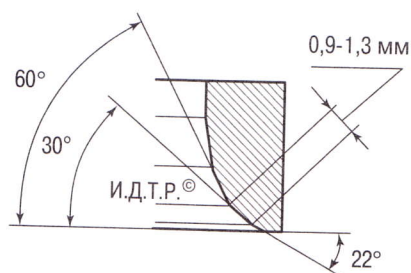

Рис. 5.4. Профиль седел клапанов
24. Более значительные дефекты седел клапанов устраняют шлифовкой, выдерживая размеры, показанные на рис. 5.4. Седла рекомендуется шлифовать в специализированной мастерской, так как для этого требуются специальные инструменты и оборудование.